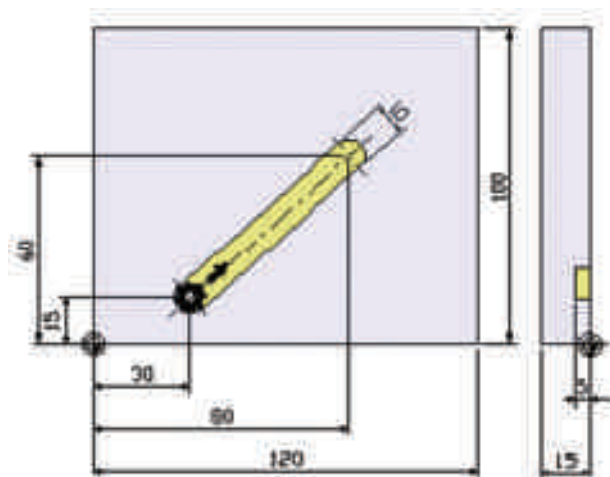

Figura 24 – Peça a ser maquinada.
**EXEMPLO 1** – Descrever o programa de maquinação em coordenadas cartesianas e usando G90 (dimensões absolutas), da peça representada na figura 24.
**EXEMPLO 2** – Descrever o programa de maquinação em coordenadas cartesianas e usando G91 (dimensões incrementais), da peça representada na figura 24.